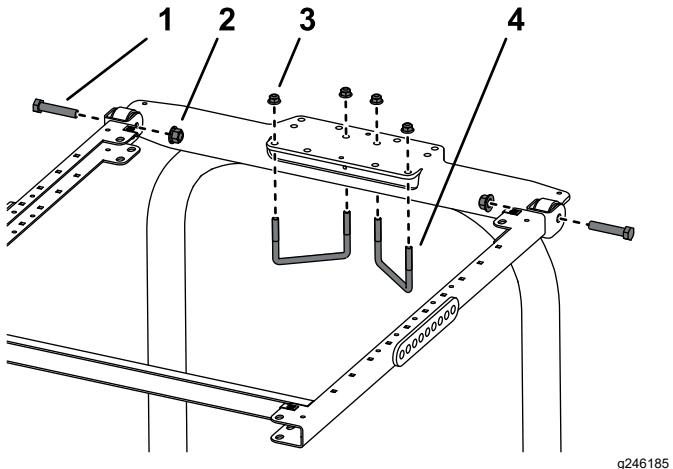

Bild 10
8. Befestigen Sie die Befestigungshalterung des Überrollsitzes an der Oberseite des Überrollbügels des Sprühfahrzeugs (Bild 10).
9. Befestigen Sie den Rahmen an der Befestigungshalterung des Überrollsitzes (Bild 10).